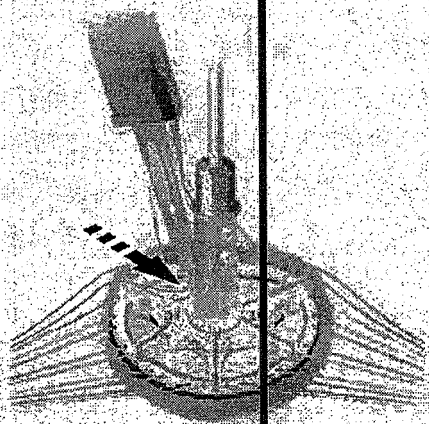

Figura 8
2. Extraiga el anillo o banda del soporte desechable cortando la sutura de retención del soporte, identificada con la palabra "CUT" (cortar) y una flecha que señala la ranura de la guía de corte (Figura 8).